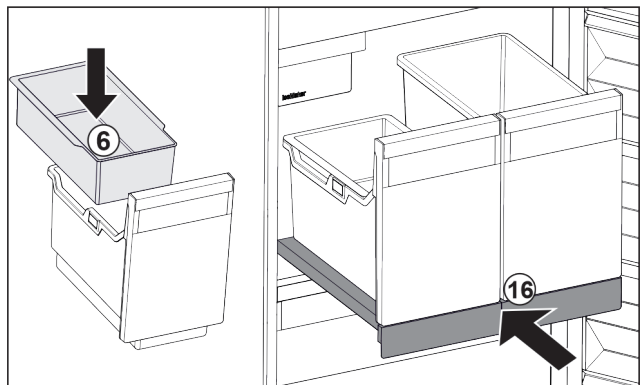

Fig. 107
- ▶ Вставити підвісний лоток Fig. 107 (6) для кубиків льоду.